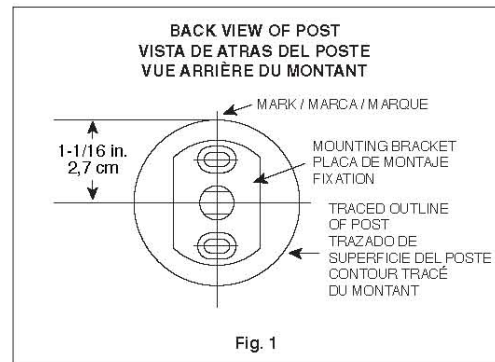
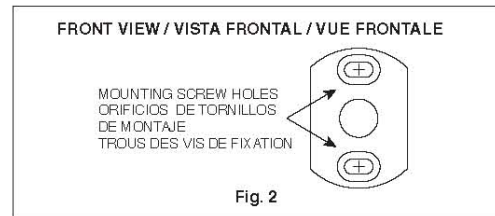
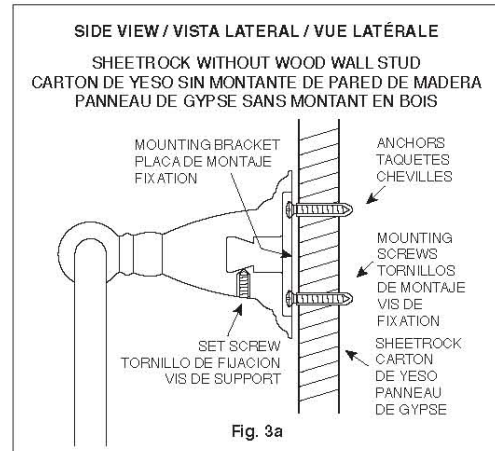
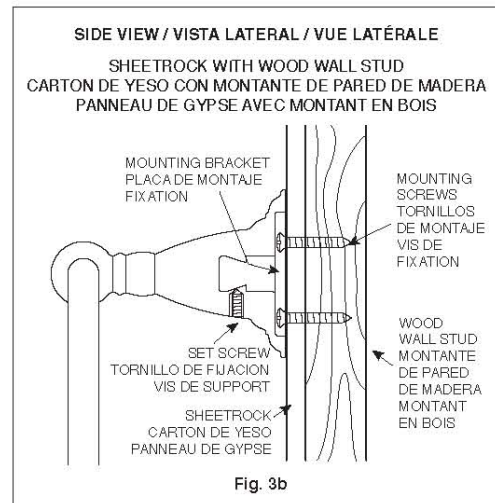

Fig. 1
Fig. 2
Fig. 3a
Fig. 3b
1. Locate the unit on the wall where desired and mark the top center of the unit, Fig. 1. Draw a 1-3/4 in. vertical line from the mark. Measure 1-1/16 in. down from the mark and draw a 1 in. horizontal line. Position the center hole of the mounting bracket over the intersection of the lines. Be certain that the vertical line is in the center of the oblong holes. Mark the screw locations in the centers of the oblong holes, Fig. 2. On ceramic tile, try to locate the mounting hole locations on a grout line. If mounting into ceramic tile, place masking tape on the mounting area before marking the location to prevent the drill bit from sliding across the tile. To drill through ceramic tile, obtain a 1/4 in. diameter carbide tip drill bit.
Drill 1/4 in. diameter holes where indicated, Fig. 2. Push in the plastic anchors until flush with the wall and screw the steel mounting bracket to the wall, Fig. 3a. Do not overtighten the mounting screws.
Drill 3/32 in. diameter holes for easy screw mounting, Fig. 2. DO NOT USE PLASTIC ANCHORS. Screw the steel mounting bracket to the wall, Fig. 3b. Do not overtighten the mounting screws.
3. Unscrew the set screw if necessary to fit the assembly over the wall mounting bracket. Slip the assembly over the mounting bracket with the set screw on the body, Figs. 3a and 3b. The assembly must hook over the mounting bracket. Push flush with the wall and tighten the set screw.
1. Sitúe la pieza en la pared en la posición deseada y marque el centro de la parte superior, Fig. 1. Trace una línea vertical de 4,4 cm desde la marca. Mida 2,7 cm desde la marca hacia abajo y trace una línea horizontal de 2,5 cm. Coloque el centro del orificio de la placa de montaje en la intersección de esas líneas. Asegúrese de que la línea vertical esté en el centro de los orificios rectangulares. Marque el lugar de los tornillos en el centro de los orificios rectangulares, Fig. 2. Si instala sobre azulejo, trate que los agujeros queden sobre las líneas de union del azulejo. Para taladrar a través del azulejo use una broca con punta de carburo de 0,6 cm y use masking tape para evitar que la broca se resbale.
Taladre huecos de 0,6 cm de diametro en los lugares indicados, Fig. 2. Introduzca los taquetes de plástico hasta que estén a ras con la pared y atornille la placa de montaje a la pared, Fig. 3a. No apretarlo fuertemente los tornillos de montaje.
Taladre huecos de 0,24 cm de diametro para lo montaje fácil de tornillo, Fig. 2. NO USE LOS TAQUETES DE PLASTICO. Atornille la placa de montaje a la pared, Fig. 3b. No apretarlo fuertemente los tornillos de montaje.
3. Si es necesario, afloje el tornillo prisionero para encajar el ensamble en los soportes de montaje. Deslice el ensamble sobre el soporte de montaje con el tornillo prisioneros en el cuerpo, Figs. 3a y 3b. El conjunto debe engancharse sobre la placa de montaje. Introduzca hasta que esté a ras con la pared y apriete el tornillo de fijación.
1. Désignez l'endroit où vous voulez installer l'unité et faites une légère marque au-dessus du centre de l'unité, Fig. 1. Tracez une ligne verticale de 4,4 cm à partir de la marque. À 2,7 cm sous la marque, tracez une ligne horizontale de 2,5 cm. Placez le trou du centre de la fixation vis-à-vis l'intersection des lignes. Assurez-vous que la ligne verticale est au centre des trous ovales. Marquez la position des vis dans le centre des trous ovales, Fig. 2. Sur les carreaux de céramique, essayez de faire correspondre les trous de fixation avec un joint de coulis. Si vous devez percer les carreaux de céramique, appliquez du ruban-cache sur ceux-ci pour empêcher le foret de glisser. Utilisez un foret en carbure de 0,6 cm pour percer dans des carreaux en céramique.
Percez les trous de 0,6 cm de diamètre où vous l'avez indiqué, Fig. 2. Enfoncez les chevilles de plastique dans le mur pour que les têtes sont à ras le mur puis vissez la fixation de métal au mur, Fig. 3a. Ne trop serrez pas les vis de fixation.
Percez les trous de 0,24 cm de diamètre pour le support facile de vis, Fig. 2. N'UTILISEZ PAS LES CHEVILLES DE PLASTIQUE. Vissez la fixation de métal au mur, Fig. 3b. Ne trop serrez pas les vis de fixation.
3. Dévissez la vis de positionnement si besoin est de façon à mettre l'assemblage sur le support de montage du mur. Glissez l'assemblage sur le support de montage avec la vis de positionnement sur le corps, Figs. 3a et 3b. Le support doit pouvoir s'accrocher sur la fixation. Poussez pour que le tout soit bien aligné contre le mur et resserrez la vis de support.